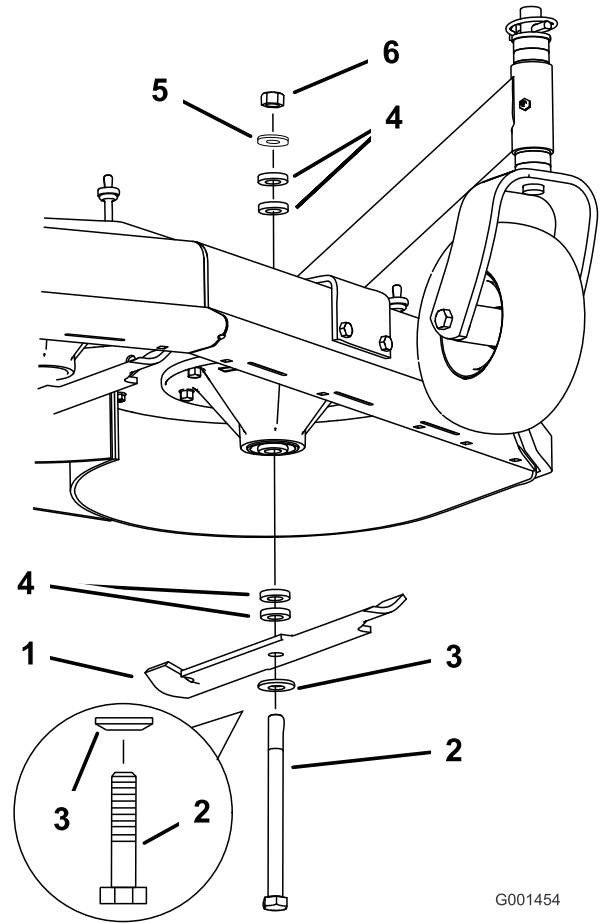

Figura 50
- Retire la tuerca, el perno de la cuchilla, la arandela curva, la cuchilla, los espaciadores, y la arandela fina del eje (Figura 50).
1. Coloque la cuchilla sobre el perno y por encima de la arandela curva. Seleccione el número correcto de espaciadores para la altura de corte deseada, y deslice el perno dentro del eje (Figura 50).